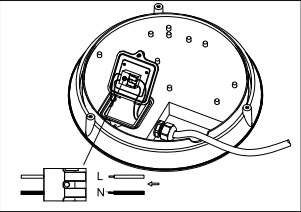

Рис. 2
- 5.11 Пропустите кабель через кабельный ввод и подключите его к клеммному блоку согласно схеме (рис. 2).